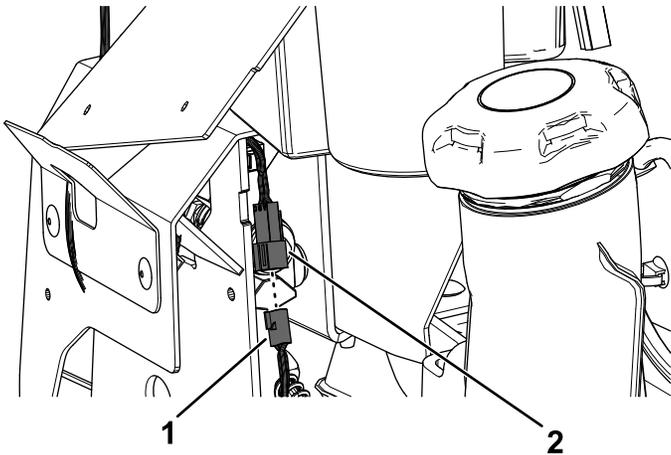

Figura 18
2. Conecte el conector del arnés de cables del kit al conector de la palanca de control de movimiento izquierda nueva (Figura 18).